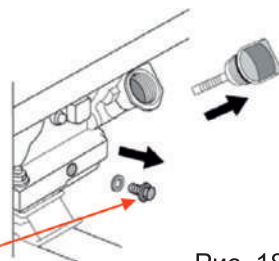

Рис. 18
5. Закрутите на место сливной болт с прокладкой (Рис. 18).